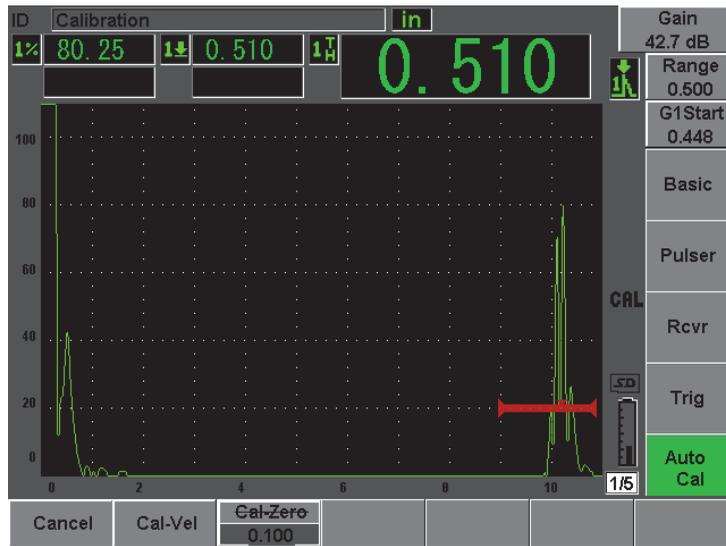

Рис. 10-8 Пример стробированного сигнала для калибровки скорости
11. Введите известное значение толщины для сигнала в строке (в этом примере 2,5 мм), затем выберите **Continue** (Продолжить), чтобы перейти ко второму этапу калибровки (см. Рис. 10-8 на стр. 169). Значение толщины, используемое на этом этапе калибровки, будет сохранено в окне параметра **Cal-Zero** (Калибровка нуля).